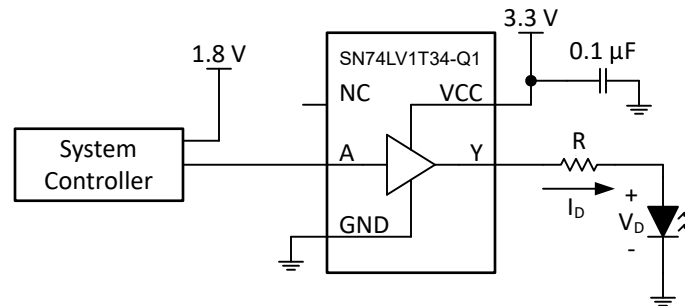

图 8-1. 典型应用框图
图 8-1 展示了如何在此应用中使用 SN74LV1T34-Q1 将 1.8V 信号升压转换为 3.3V 以驱动 LED。SN74LV1T34-Q1 不会限制输出电流，因此可以使用添加的输出电阻器来提供适当的电流限制。电阻值 (R) 应使用以下公式由 LED 的正向电压 ( $V_D$ ) 和通过 LED 的所需正向电流 ( $I_D$ ) 确定： $R = (V_{CC} - V_D)/I_D$ 。